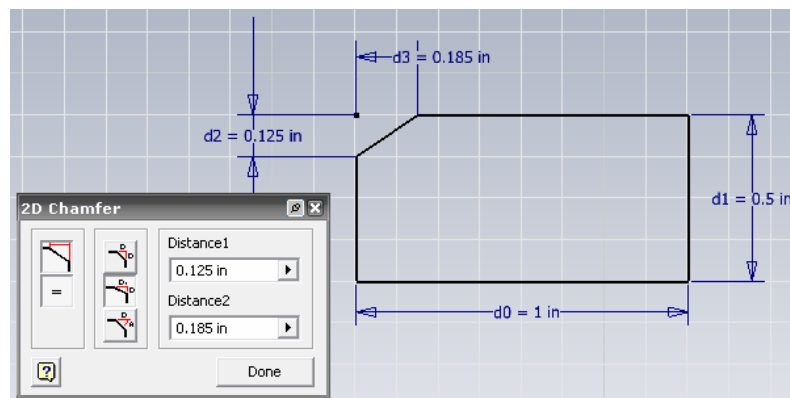

Figura 3.14 Achaflanado con distancias diferentes.
- Seleccione 2 líneas del rectángulo para realizar la operación, figura 3.14.